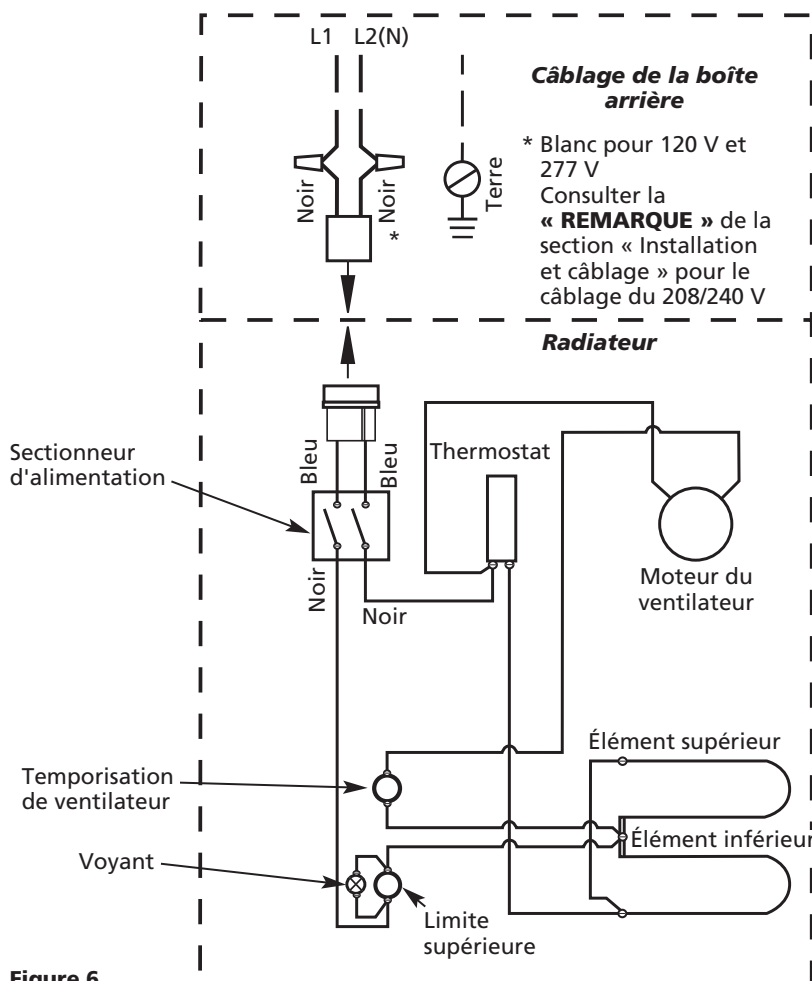

Figure 6
1. Suivre le schéma de câblage (Figure 6) pour connecter le câblage d'alimentation aux fils conducteurs du radiateur dans la boîte arrière.